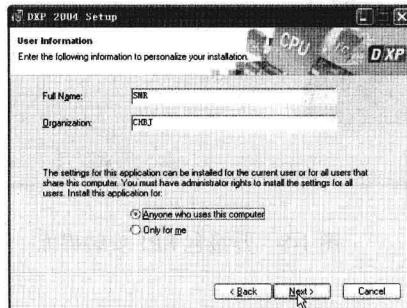

图 1-3 用户信息界面
**步骤 3▶** 单击 **Next >** 按钮，系统弹出用户信息输入界面，如图 1-3 所示。在“Full Name”编辑框中输入用户名，在“Organization”编辑框中输入公司或单位名称。如果需要的话，还可指定软件的使用权限（Anyone who uses this computer（使用本电脑的任何用户）或 Only for me（只是用户自己）。